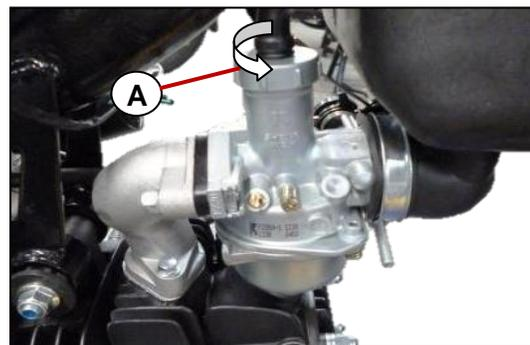

Fig. 8.3
- Retire la tapa [A] de la cortina del carburador y luego hale hacia arriba para remover el conjunto de la cortina. **Fig. 8.3**